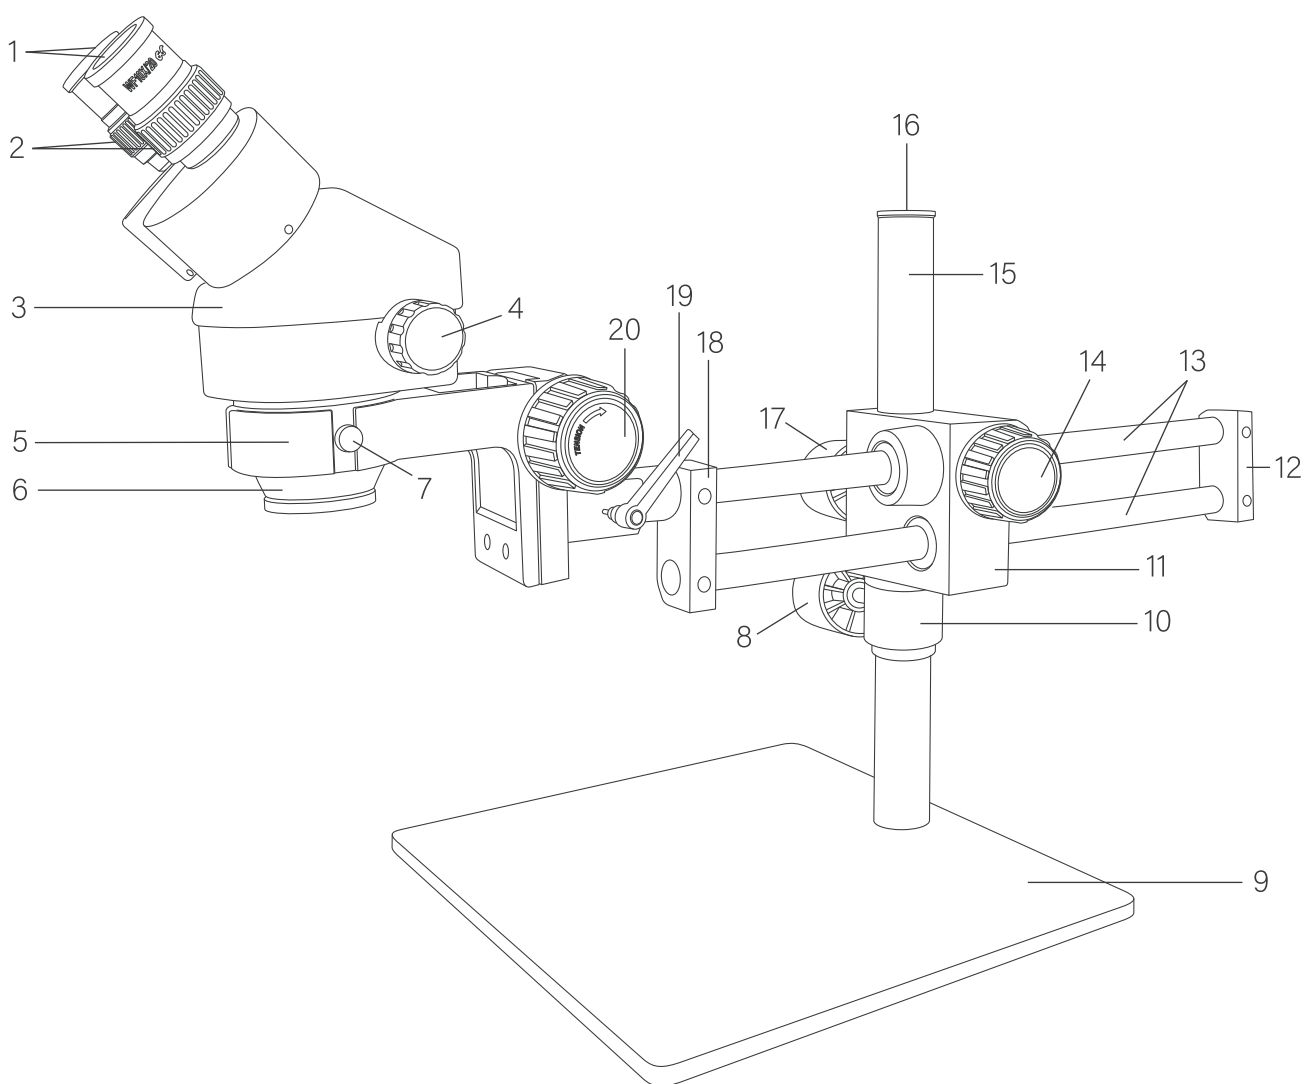

Рис. 1. Микроскоп Микромед MC-2 ZOOM STL5.
Полная комплектация микроскопа с перечнем дополнительных принадлежностей указана в разделе 8 данного Руководства. Общий вид микроскопа представлен на рис. 1.
Составные части микроскопа показаны на рис. 1. На основании 9 закреплена штативная штанга 15 с заглушкой 16. На штативной штанге размещается подвижная каретка 11 снабженная фиксирующей рукояткой 17. Под кареткой находится ограничительная муфта 10, фиксируемая в рабочем положении рукояткой 8.
Конструкция механизма включает зубчатую рейку 2 с зубчатым колесом, расположенным внутри кронштейна оптической головки. Перемещение головки для фокусировки осуществляется рукоятками 3 или 20 (рис. 1), выведенными на обе стороны. Величина хода механизма фокусировки составляет 50 мм.
Оптическая головка микроскопа может быть отрегулирована на кронштейне по наклонам влево/вправо и вперед/назад и зафиксирована рукояткой 5 и винтом 6. Подъем и опускание оптической головки осуществляется перемещением в нужном направлении каретки 11 (рис. 1) с фиксацией рукояткой 17 (рис. 1), и ограничительной муфтой 10 (рис. 1).
Объективы микроскопа имеют переменное увеличение от 0.7х до 4.5х, что обеспечивает плавное изменение масштаба наблюдаемого изображения в 6,4 раза без потери резкости. Рабочее расстояние микроскопа составляет 100 мм и при всех увеличениях остается неизменным. Нужное увеличение устанавливается вращением выведенной на обе стороны рукоятки 3 (рис. 3), 4 (рис. 1).
- Положите основание 9 (рис. 1) на ровную устойчивую поверхность так, чтобы отверстие в основании было свободным.
- Зафиксируйте винтом 4 (рис. 3), 7 (рис. 1)
- Ослабив усилие рукоятки 14 (рис. 1) направляющую вместе с оптической головкой можно переместить в продольном направлении в диапазоне 330 мм.
- Ослабив рукоятку 17 (рис. 1) можно вращать направляющую с головкой на 360 градусов, также опускать и поднимать головку в диапазоне 230 мм. Для этого необходимо ослабить также рукоятку 8 (рис. 1) ограничительной муфты. При регулировке по высоте необходимо придерживать направляющую с головкой.
Кроме того, дополнительную степень свободы при настройке обеспечивает оптическая головка. Она может быть повернута на кронштейне вокруг оптической оси на 180 град. Для этого необходимо ослабить винт 7 (рис. 1).
- Придерживая направляющую и оптическую головку ослабьте рукоятку 17 (рис. 1).
- Ослабьте рукоятку ограничительной муфты 8 (рис. 1).